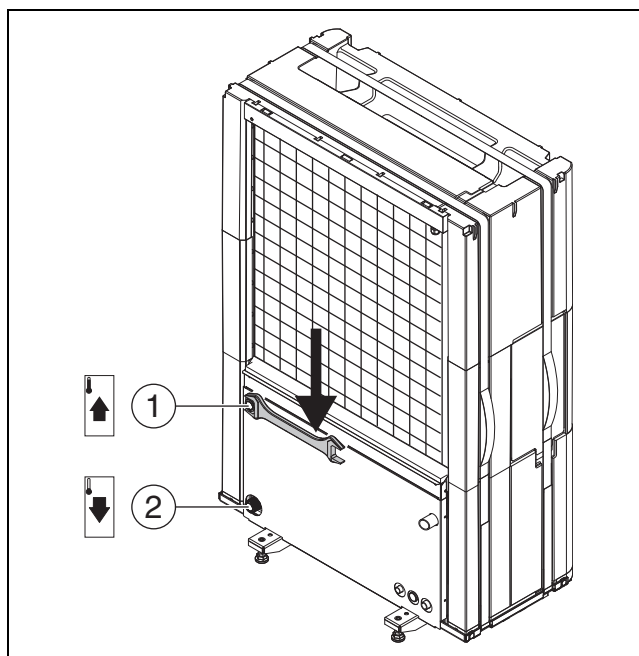

Fig. 18 Tilkoblinger av varmeoverføringsrørene, gjelder for alle størrelser
- Koble til turledning til den innvendige enheten på utgangen for varmeoverføringsmedium til varmepumpen (→ [1], fig. 18).
- Koble til returledningen til den innvendige enheten på inngangen for varmeoverføringsmedium til varmepumpen (→ [2], fig. 18).
- Stram tilkoblingen til varmebærerørret med et tiltrekkingsmoment på 120 Nm. Rett kraften nedover (→ fig. 18) for å unngå skeiv belastning av kondensatoren.